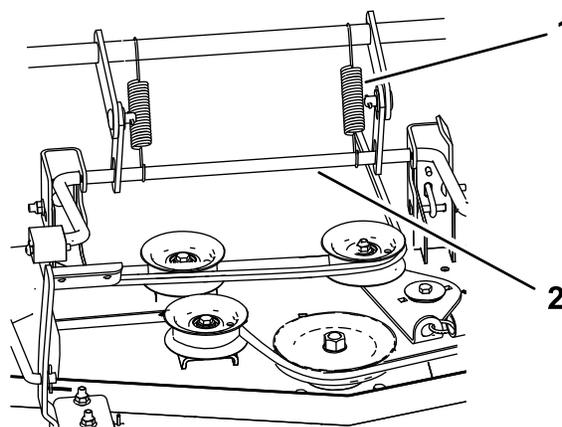

Figure 65
6. Pour les tabliers de coupe de 152 cm (60 po), reposez les 2 ressorts de levage du tablier (Figure 65).